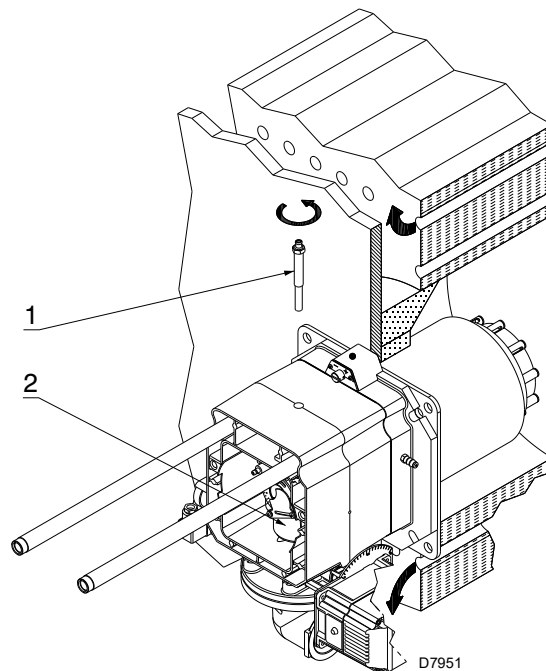

Fig. 14
- retirer la vis 1)(Fig. 14)
- extraire la partie interne 2)(Fig. 14) de la tête et en effectuer le réglage.
À ce point de l'installation, la tête de combustion est fixée à la chaudière comme illustré dans la Fig. 14.